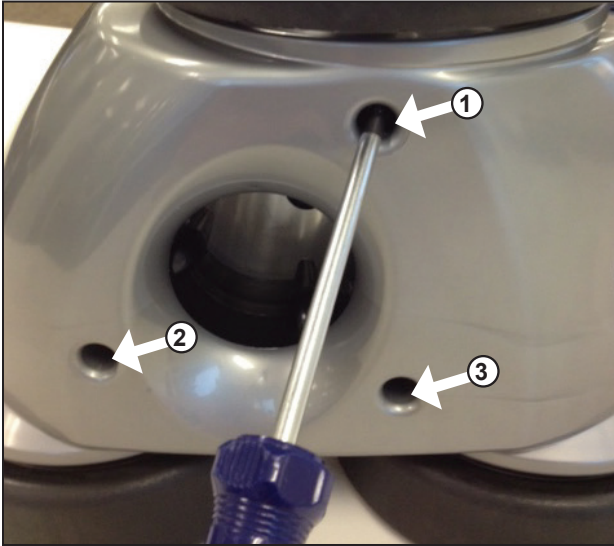

Figura 4. Retire los tres (3) tornillos de la carcasa inferior
6. Afloje los tres (3) tornillos de la parte inferior del limpiador (Figura 4). Incline el limpiador y permita que los tornillos se salgan.